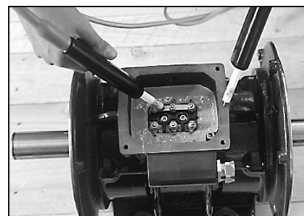

РИС. 7
- Controllare l'isolamento del motore verso massa, utilizzando una prova rigidità alla tensione di 2.0 kV per 5 secondi (fig.7). Qualora vengano riscontrate anomalie contattare subito la O.M.B.
- изоляцию мотора и заземление. Используйте напряжение 2.0 кВ в течение 5 секунд (рис. 7).
- Überprüfen Sie die Isolation der elektrischen Wicklung gegen Masse, mit einer Prüfung auf Durchschlagsfestigkeit bei 2kV während 5 Sekunden (Bild 7)